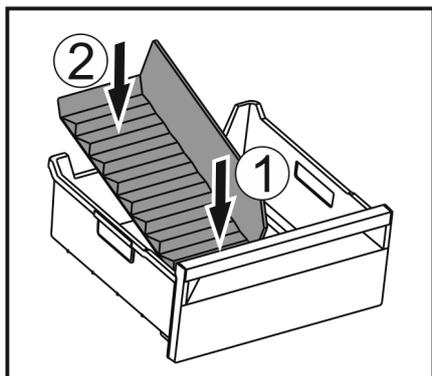

Fig. 147
- ▶ Colocar la parte delantera del separador del compartimento para hielo. Fig. 147 (1)
- ▶ Bajar la parte trasera del separador del compartimento para hielo hasta el fondo del cajón. Fig. 147 (2)